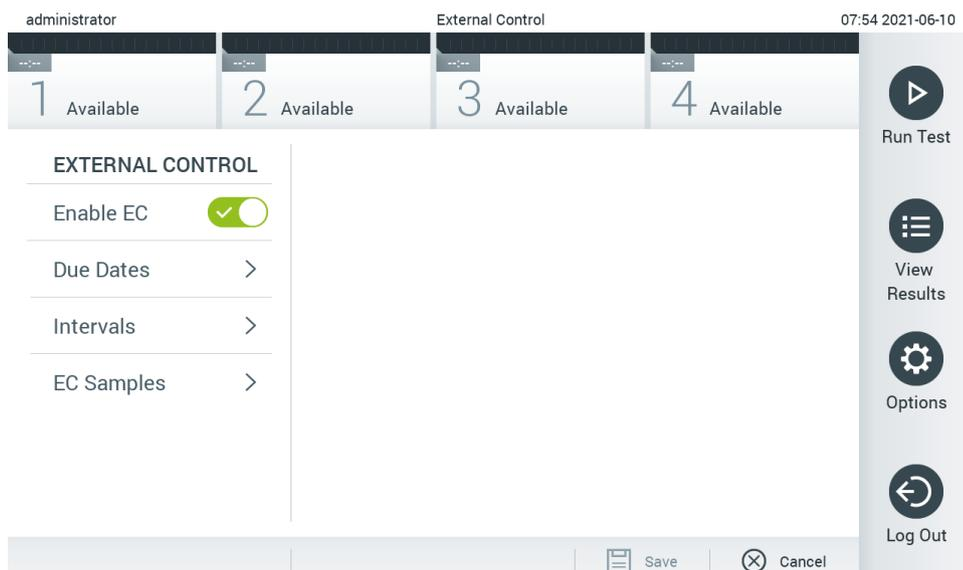

Figura 50. Schermata External Control (Controllo esterno).
2. Premere il pulsante **Enable EC** (Abilita EC) per attivare la funzione (Figura 50).